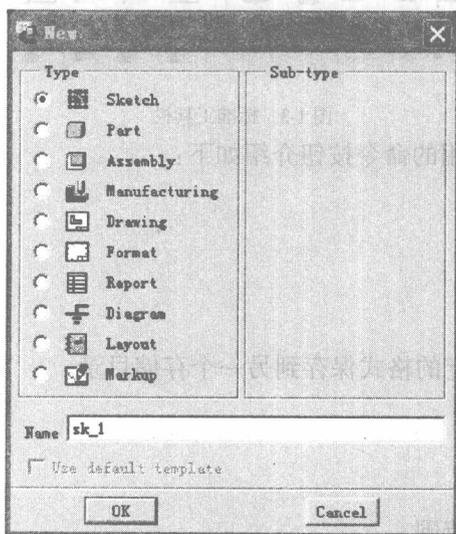

图 1-1 新建对话框
(1)单击主菜单栏中 File|New【新建】命令或单击工具栏中  按钮,出现如图 1-1 所示的新建对话框。